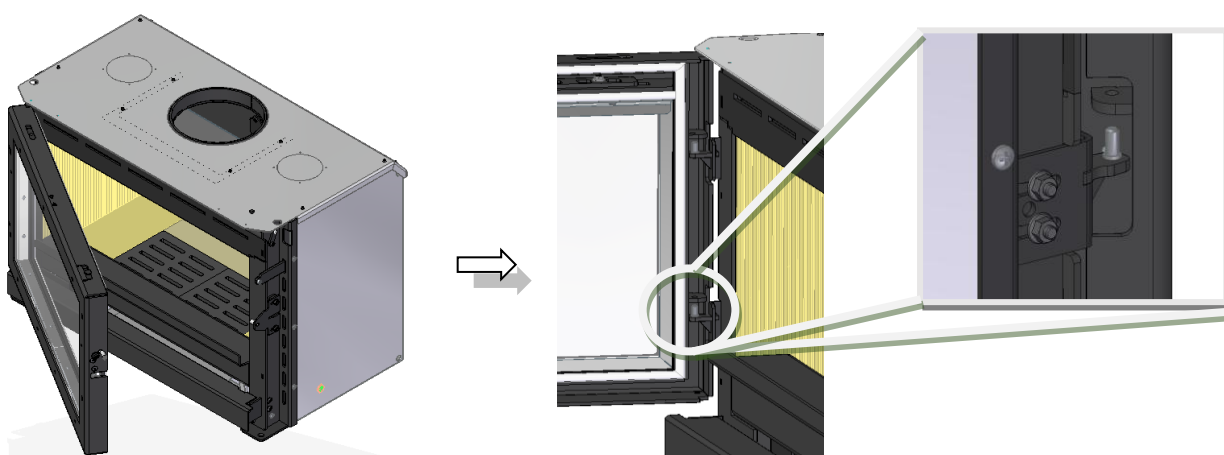
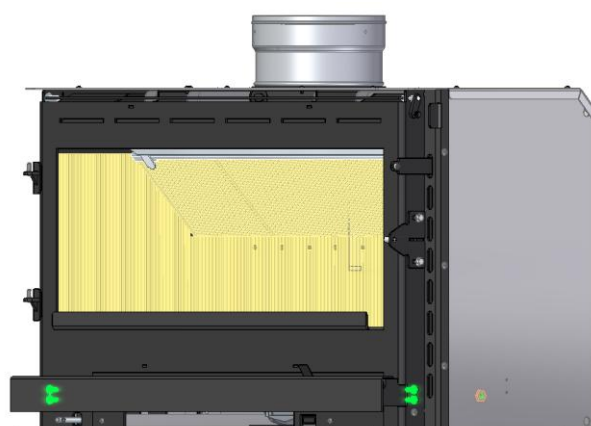

Figure 11 - Désolidariser la porte des supports
Figure 12 - Démontage du panneau inférieur
9. N'oubliez pas que lorsque vous mettez l'équipement en place, vous devez retirer la porte en la soulevant vers le haut afin de la retirer des supports, Figure 11. Si votre équipement est une porte en tôle, il est conseillé de retirer également le panneau inférieur, en desserrant les vis latérales comme indiqué sur la Figure 12. S'il s'agit d'un équipement à porte vitrée, il n'y a pas de panneau inférieur.